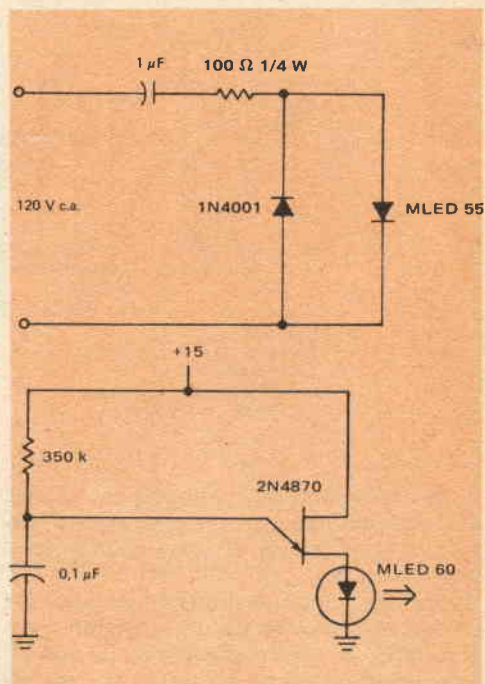

Fig. 1 - Il circuito in alto è un indicatore della tensione di rete a diodi fotoemittitori, quello in basso è un generatore di impulsi.
**Rassegna di circuiti** - Anche se sono piuttosto semplici, i due circuiti illustrati nella *fig. 1*, che impiegano un diodo fotoemettitore (LED), possono essere utili in molti casi. Entrambi i circuiti sono tratti da un bollettino di note applicative pubblicato dalla Motorola.
Il circuito indicatore di presenza della tensione di rete, illustrato in alto nella *fig. 1*, può essere usato in tutti quei casi in cui sia richiesta una lampada spia per c.a. di bassa potenza e di grande durata, ad esempio negli amplificatori, nei radiorecettori, nei registratori, negli alimentatori, negli elettrodomestici, ecc. La corrente assorbita dai diodi è limitata dalla reattanza presentata dal condensatore; la potenza reale assorbita è perciò quasi nulla.
Il circuito per la generazione di impulsi, schema in basso della *fig. 1*, fa uso di un transistor ad unigiunzione, collegato in modo da realizzare un oscillatore a rilassamento, che funziona con una cadenza di ripetizione di circa 30 Hz e con una durata dell'impulso di circa 1,5  $\mu$ sec. Il diodo fotoemettitore MLED 60, indicato nella figura, emette nell'infrarosso, ma può essere usato anche un diodo di altro tipo. Questo circuito può essere utilizzato come sorgente di segnale per un allarme antifurto ad impulsi, od in applicazioni analoghe.